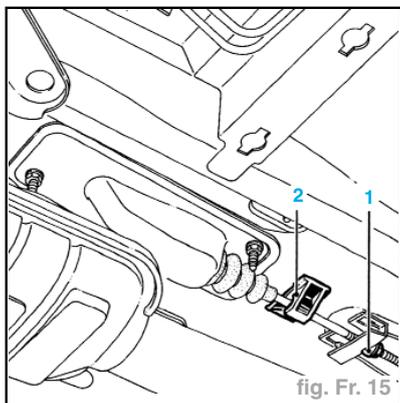

fig. Fr. 15
- Bloquer le contre-écrou (1) (sous le levier de frein à main) (fig. Fr. 15).